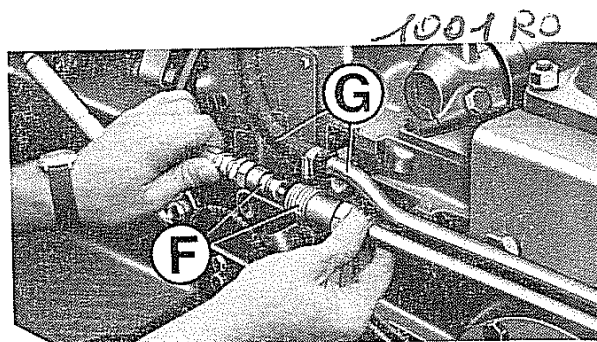
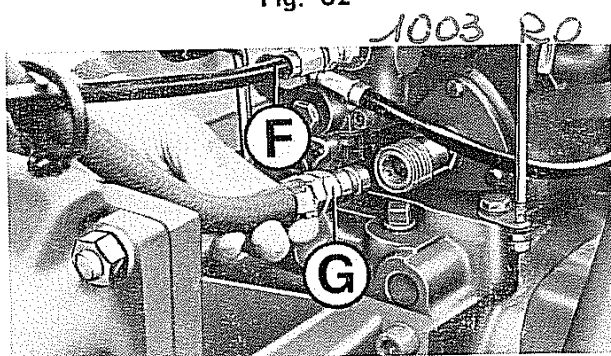

Fig. 62
Fig. 63
- Collegare il tubo di mandata **F** e il tubo di aspirazione **G** (fig. 62 e 63) in corrispondenza dello snodo centrale (fig. 62) e del gruppo sollevatore (fig. 63).